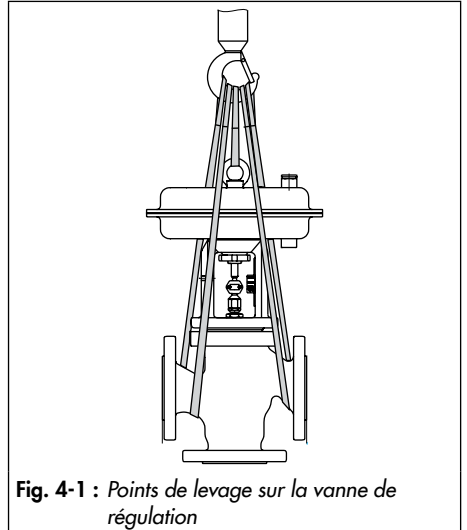

Fig. 4-1 : Points de levage sur la vanne de régulation
- Utiliser un crochet doté d'une fermeture sécurisée pour supporter la vanne (cf. Fig. 4-1) afin d'empêcher les dispositifs d'arrimage de glisser hors du crochet au cours du levage et du transport.
1. Fixer une élingue sur chaque bride du corps et sur le support (par ex. crochet) de la grue ou du chariot élévateur, cf. Fig. 4-1.